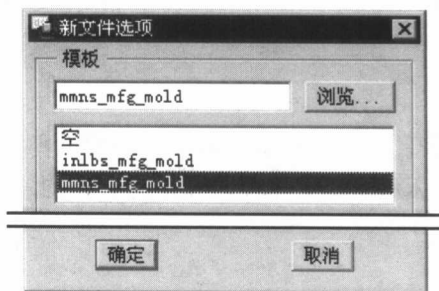

图 1.3 “新文件选项”对话框
Step4. 在弹出的如图 1.3 所示的“新文件选项”对话框中，选取 **mmns_mfg_mold** 模板，单击 **确定** 按钮。